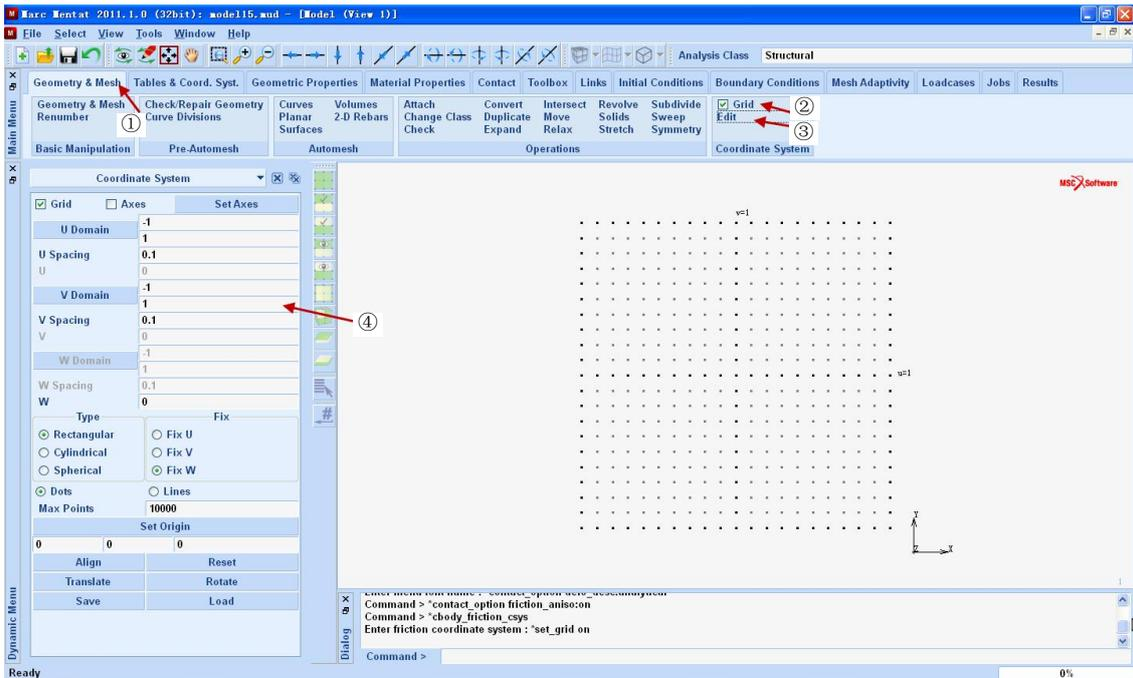

图 3-10 格栅定义对话框以及格栅显示
格栅的显示分两步，首先必须单击格栅显示按钮，然后设置合适的格栅参数，如大小、间隔等。格栅的定义按钮在 Geometry & Mesh 主菜单的子菜单最末一个，如图 3-10 所示。操作时依次单击①Geometry & Mesh→②Grid，激活 Grid 按钮后，在图形区将显示出一个田字型的格栅，默认格栅大小为  $\pm 1$ ，格栅点之间的间隔为 0.1。当格栅尺寸需要修改时，单击图 3-10 中所示的③Edit，然后在图中④所指的动态菜单区进行格栅显示区域的大小和间隔设置。格栅